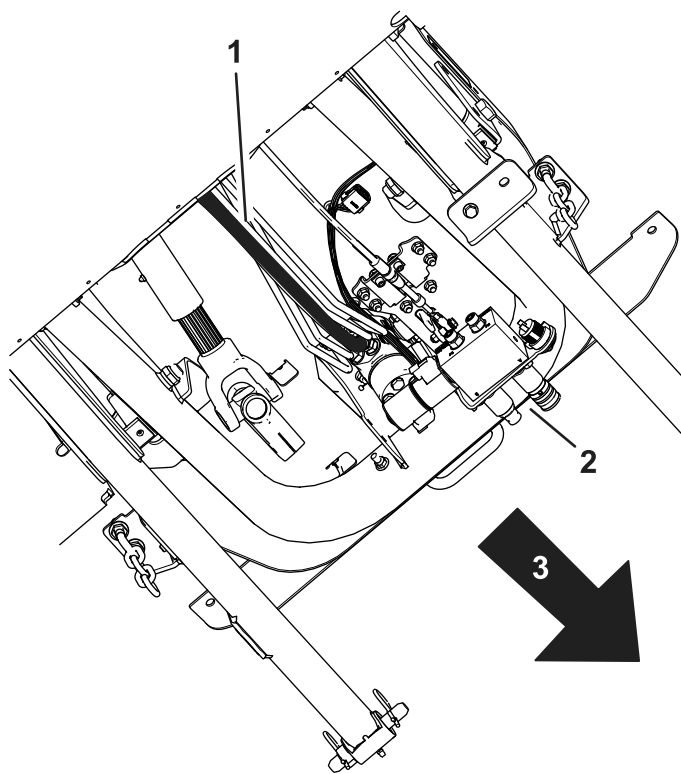

Рисунок 3
5. Снимите имеющийся гидравлический шланг с насоса рулевого управления (Рисунок 3).